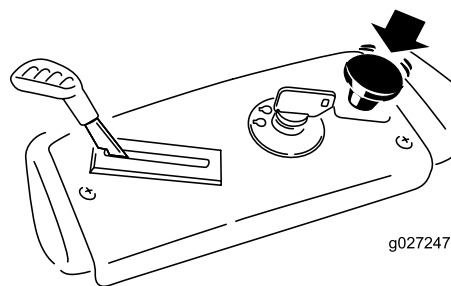

Figura 12
1. Desengrane las cuchillas moviendo el mando de control de las cuchillas a DESENGRANADO (Figura 12).